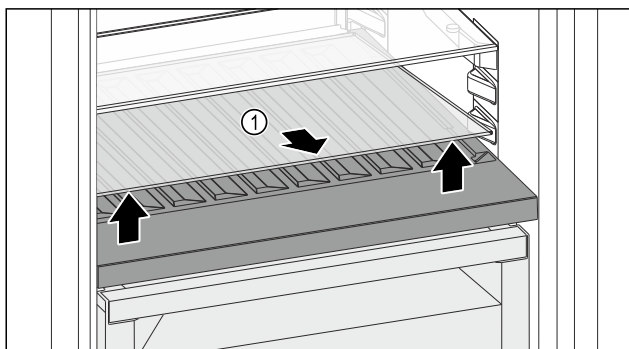

Fig. 157
- Glasplaat Fig. 157 (1) bij de uitsparing aan de voorzijde optillen en verwijderen.
- Glasplaat Fig. 157 (1) goed bewaren buiten het apparaat.
- Glasplaat (2) onder het variabele flessenrek plaatsen.